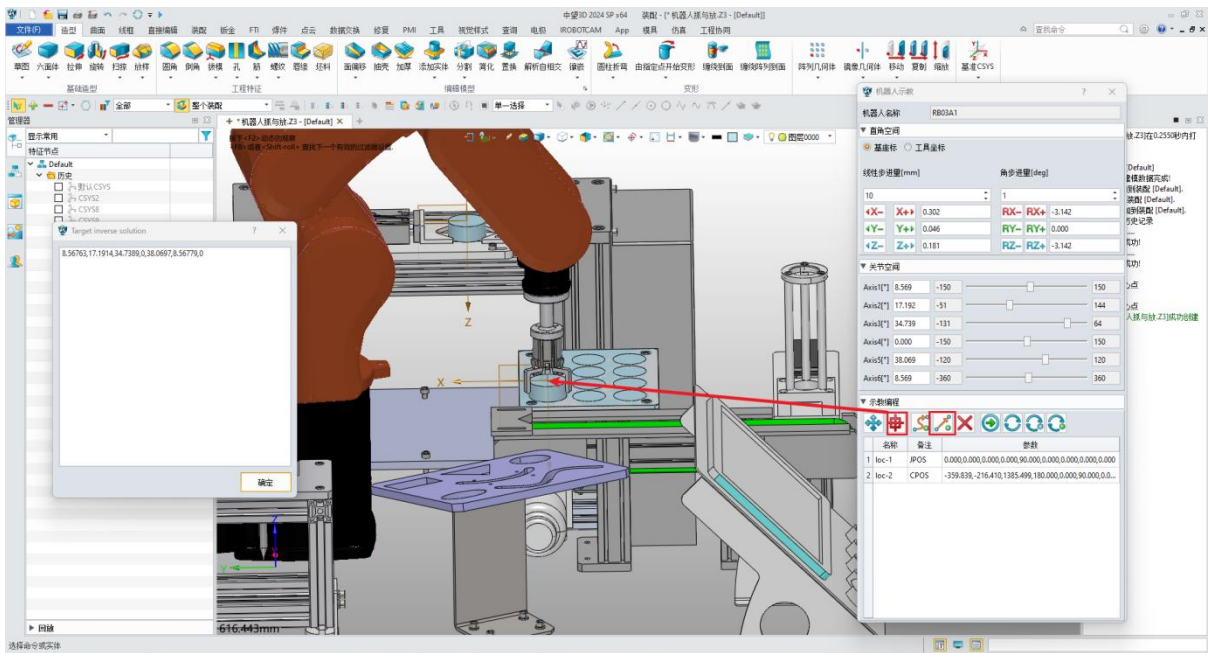

图 10-26: 第二个点
- 单击“记录末端值”将其标记为第二个点。(图 10-26)